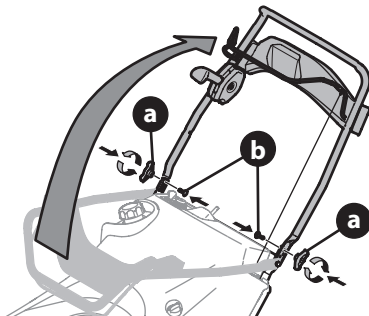

Figure 2
2. Relevez la poignée supérieure à la position de fonctionnement. Assurez-vous de ne pas pincer les câbles (Figure 2).